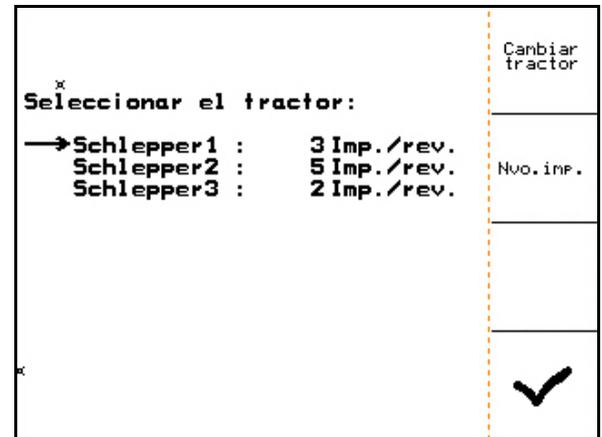

Fig. 28
2.  Seleccionar el tractor (Fig. 28/1).